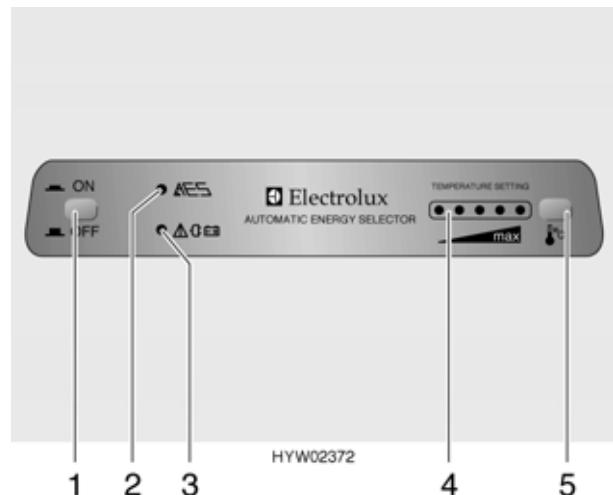

Fig. 133 Elementi di comando del frigorifero
Se l'alimentazione a 230 V non è allacciata e il motore del veicolo è spento, il sistema AES seleziona il rifornimento di gas. Selezionando il funzionamento a gas, il dispositivo di sicurezza si apre automaticamente, così che il gas possa fluire al bruciatore. Contemporaneamente si inserisce l'accenditore elettronico. Se la fiamma del gas si spegne, per esempio a causa di un colpo di vento, l'accenditore viene subito azionato riaccendendo il gas. In caso di guasto del funzionamento a gas, la luce spia (Fig. 133,2) diventa rossa e lampeggiante.
- Nelle aree di servizio è vietato l'uso di impianti a fiamma viva. Nel caso in cui la sosta duri più di 15 minuti, il frigorifero deve essere spento tramite l'interruttore a pressione (Fig. 133,1).
In caso di funzionamento a elettricità, il sistema AES controlla costantemente il livello della tensione elettrica fornita. Se in un determinato intervallo di tempo la tensione elettrica è troppo bassa, il sistema AES passa automaticamente al funzionamento a gas. La luce spia (Fig. 133,3) si accende. Il sistema AES mantiene questa modalità di funzionamento fino a quando il livello di tensione elettrica non ritorna ai valori normali.
Dopo l'accensione il frigorifero seleziona automaticamente la regolazione intermedia del termostato. Questa regolazione può essere modificata manualmente tramite il tasto (Fig. 133,5). I diodi (Fig. 133,4) indicano la temperatura selezionata sul termostato. Con tale tasto viene regolata la temperatura di refrigerazione per tutti i tre tipi di funzionamento. Ci vogliono alcune ore prima che il frigorifero raggiunga la temperatura normale di esercizio. Cambiando la modalità di funzionamento la regolazione del termostato non viene modificata. La temperatura di raffreddamento è indipendente dal tipo di energia utilizzata.
- Premere l'interruttore a pressione (Fig. 133,1). La luce spia (Fig. 133,2) diventa verde.
- Regolare la temperatura di refrigerazione tramite il tasto (Fig. 133,5). I diodi (Fig. 133,4) indicano la temperatura selezionata sul termostato.
In caso di guasto del funzionamento a gas, la luce spia (Fig. 133,2) diventa rossa e lampeggia.
- Premere l'interruttore a pressione (Fig. 133,1). La luce spia (Fig. 133,2) si spegne.